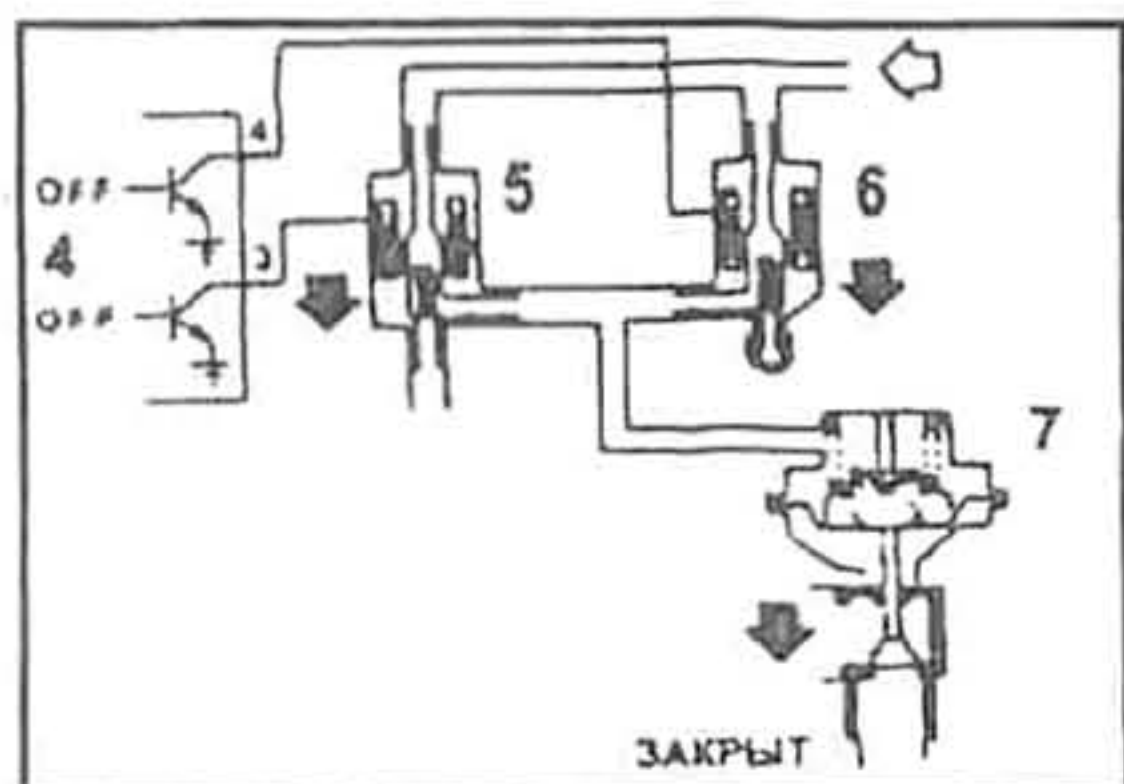

Рис. 392.
1. Нулевой уровень рециркуляции: оба электромагнитных клапана выключены, вакуумная линия от вакуумного насоса к клапану рециркуляции перекрыта (рис. 392), отсутствие вакуума в вакуумной камере клапана рециркуляции обеспечивает его закрытое состояние, линия рециркуляции перекрыта, и во впускной коллектор отработавшие газы не возвращаются.